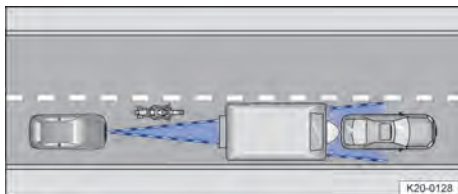

Fig. 113 Véhicule étroit
- Véhicules se trouvant hors de la zone de détection du capteur et roulant à faible distance de votre véhicule, par. ex. les motos → fig. 113.